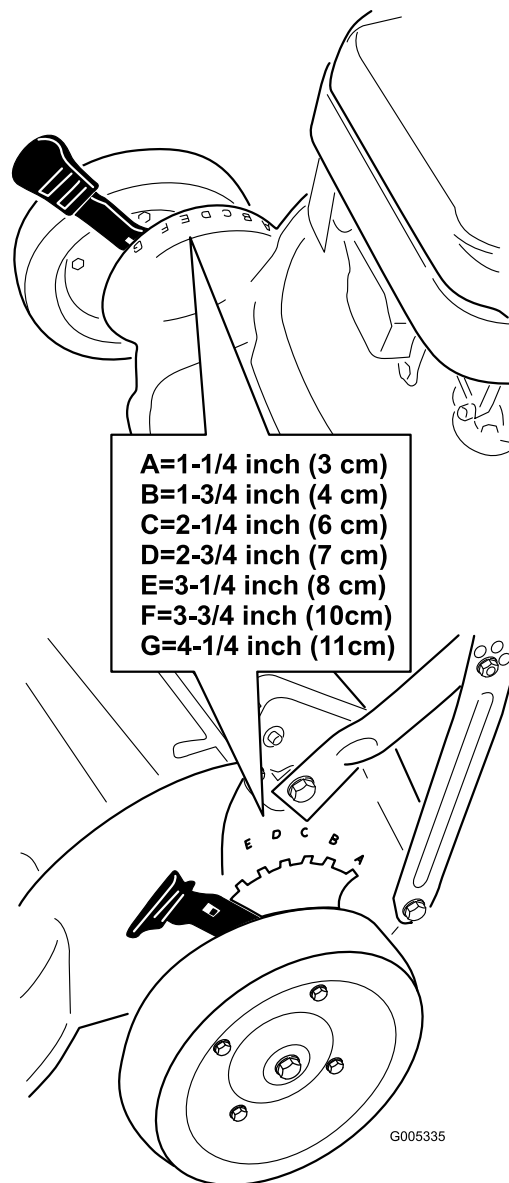

Figure 21
**Remarque:** Pour élever le plateau de coupe, déplacez les 4 leviers de hauteur de coupe en avant ; pour abaisser le plateau, ramenez tous les leviers en arrière (Figure 21).